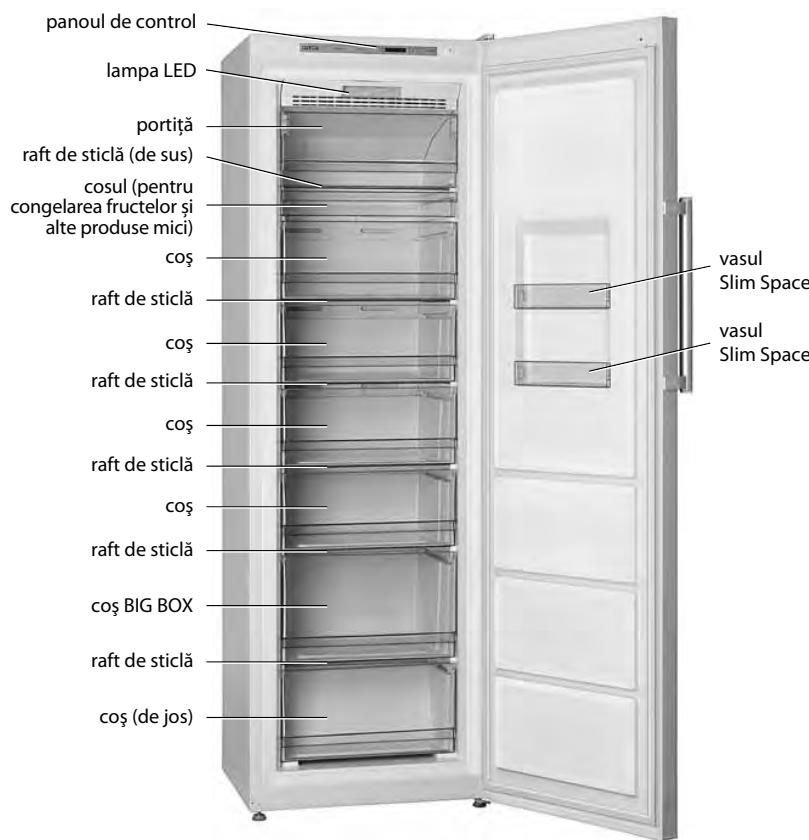

Figura 1 – Congelatorul și piesele accesoria
**1.1** Congelatorul prezentat în figura 1 este destinat pentru congelarea alimentelor proaspete, pastrarea în coșuri a alimentelor congelate, pregătirea gheței comestibile.